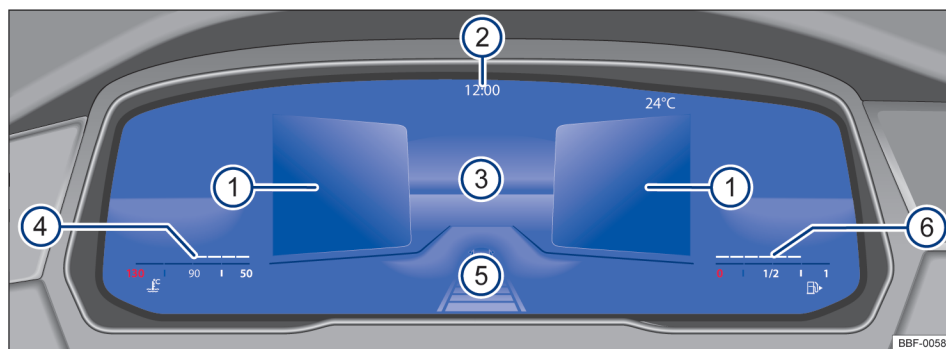

Fig. 10 Active Info Display (variante 2) en el tablero de instrumentos.
Explicaciones sobre los instrumentos → **fig. 10:**
La exhibición principal → fig. 10 ③ puede alterarse presionando la tecla **View** en el volante multifunción. La representación en el área de indicación puede exhibir las siguientes vistas:
- **Resumen:** después de finalizada la preparación para conducción: exhibición de información sobre el estatus del vehículo en las áreas ①, por ejemplo, posición del cuentakilómetros total.